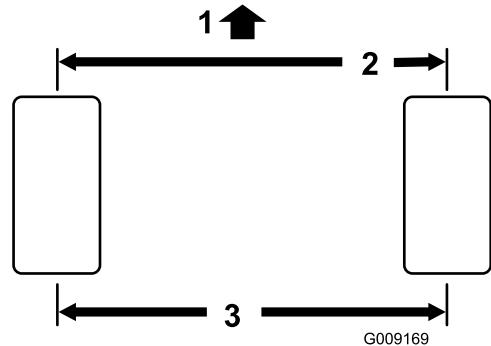

Figura 48
1. Meça a distância de centro a centro (à altura do eixo) na zona dianteira e traseira dos pneus da direção. A medição dianteira deverá ser 3 mm inferior à medição traseira (Figura 48).